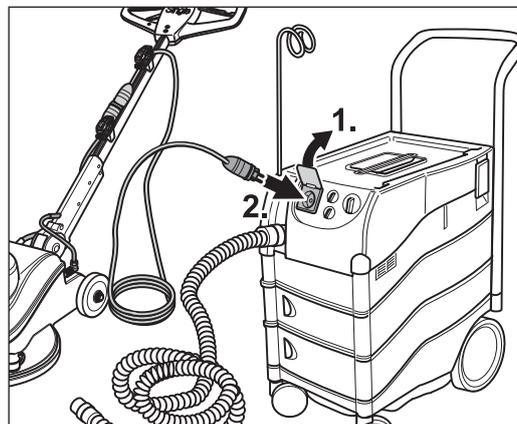

Abb. 23 Den Stecker des Verlängerungskabels in die Steckdose am Staubsauger stecken.
- 2 Stecken Sie den Stecker des Verlängerungskabels in die Steckdose am Staubsauger (Abb. 23).